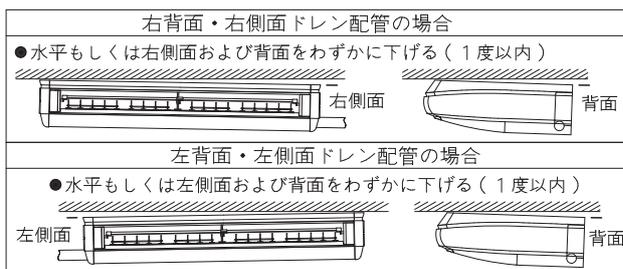

図 3
- 吸込グリルを開いた状態にし、吸込グリル後部ツマミをつまみながら吸込グリルを前方へ引いて外す。(図3参照)
- (5) 室内ユニット本体の吊込みのときは、ドレンの排水を良くするために必ず水準器などを使用し、水平に設置してください。また、据付場所が可能であれば、ドレン配管側がわずかに下がるように設置してください。(図3参照)
- 配管接続部はガスもれ検査後、図3を参照し付属の継手用断熱材(6)(7)を使用して配管が露出しないよう必ず断熱工事を行ってください。(継手用断熱材(6)(7)の両端をクランプ材(4)にて締め付けてください。)
- ガス管側のみ継手用断熱材(6)の上からシール材(小)⑨を巻き付けてください。